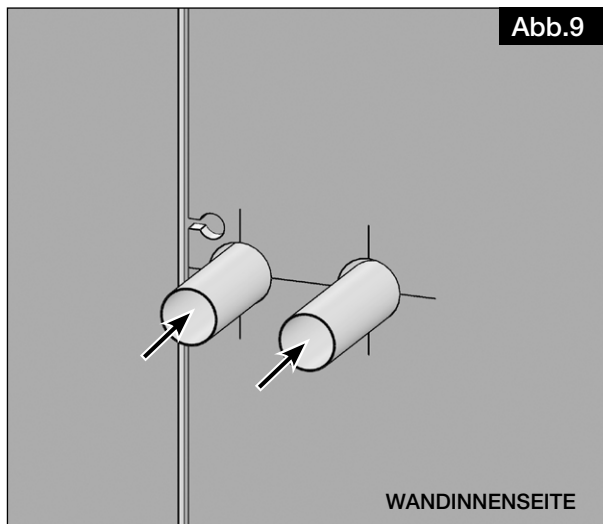
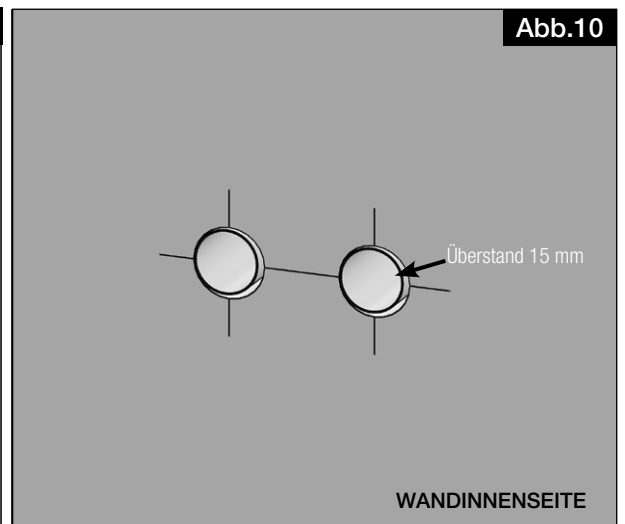

Abb.9
Abb.10
4. Die Wandeinbauhülsen mit ca. 15 mm Überstand zur Wandinnenseite einschieben (siehe Abb.9/ Abb.10).